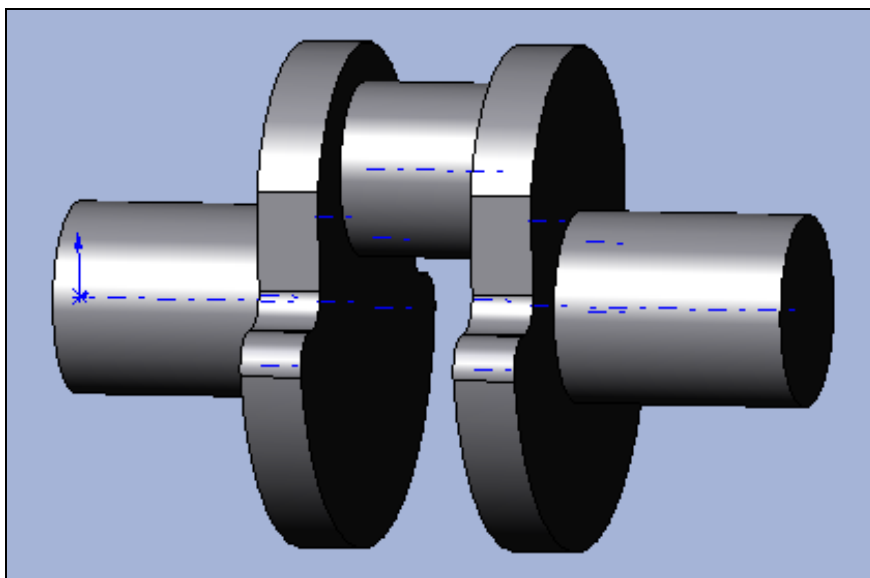

Рис. 2.53. Коленчатый вал для одного цилиндра
6. Постройте вторую коренную шейку аналогично последовательности, указанной в п. 2. В результате у вас получится деталь, показанная на рис. 2.53.